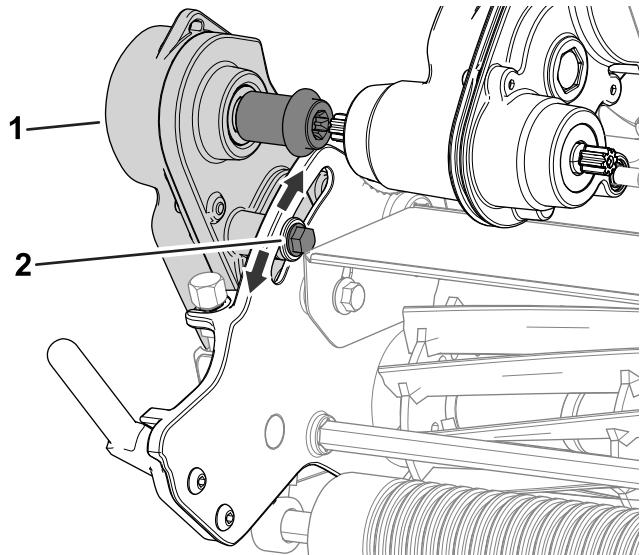

Рисунок 47
1. Ослабьте болт, показанный на Рисунок 47.